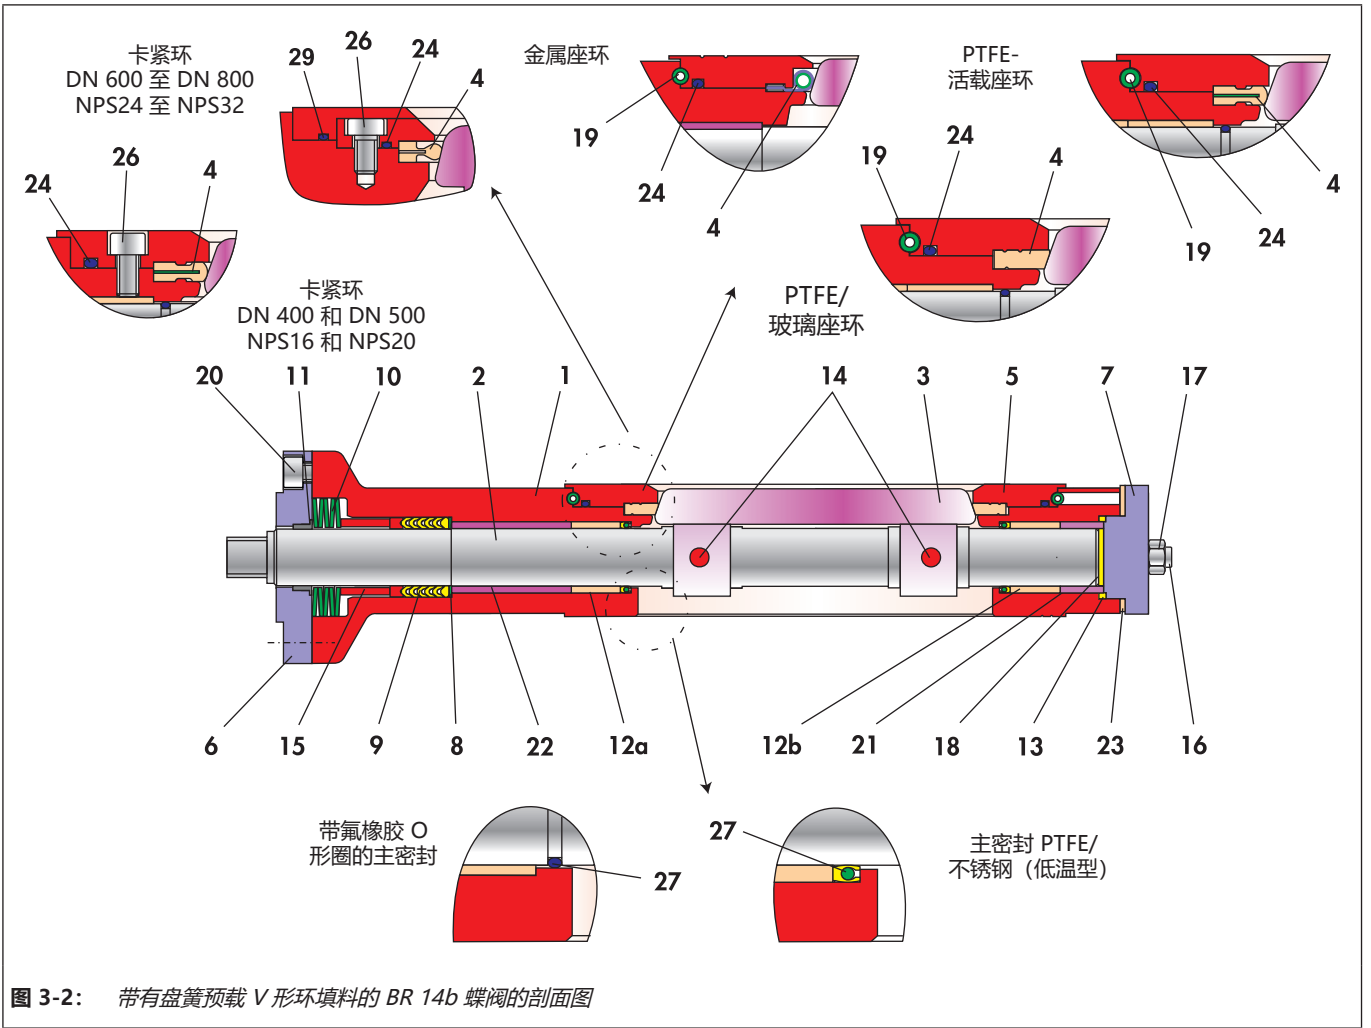

图 3-2: 带有盘簧预载 V 形环填料的 BR 14b 蝶阀的剖面图
- ⇒ 将预组装护盖 (7) 插入阀体 (1) 中的轴承孔并用双头螺栓 (16) 进行调整。
- ⇒ 用螺母 (17) 以交叉方式匀力拧紧护盖 (7)
- ⇒ 推动阀盘 (8) 经过空闲轴端上方，在阀体中将其推进到位。
- ⇒ 推动 PTFE V 形环填料 (9) 经过控制轴上方进入阀体孔径，且用组装套筒将其压入。请参阅剖面图 3-2，了解 V 形环填料的排布。
- ⇒ 推动止推环 (15) 经过控制轴，并在阀体中将其压入到位。
- ⇒ 插入盘簧组 (10)。请参阅剖面图 3-2，了解盘簧的排布。
- ⇒ 将轴承套 (11) 压入填料箱法兰 (6)。
- ⇒ 将预组装填料箱法兰 (6) 顺畅地装配在阀体法兰上方，并用螺钉 (20) 进行调整。
- ⇒ 以交叉方式匀力拧紧螺钉 (20)。